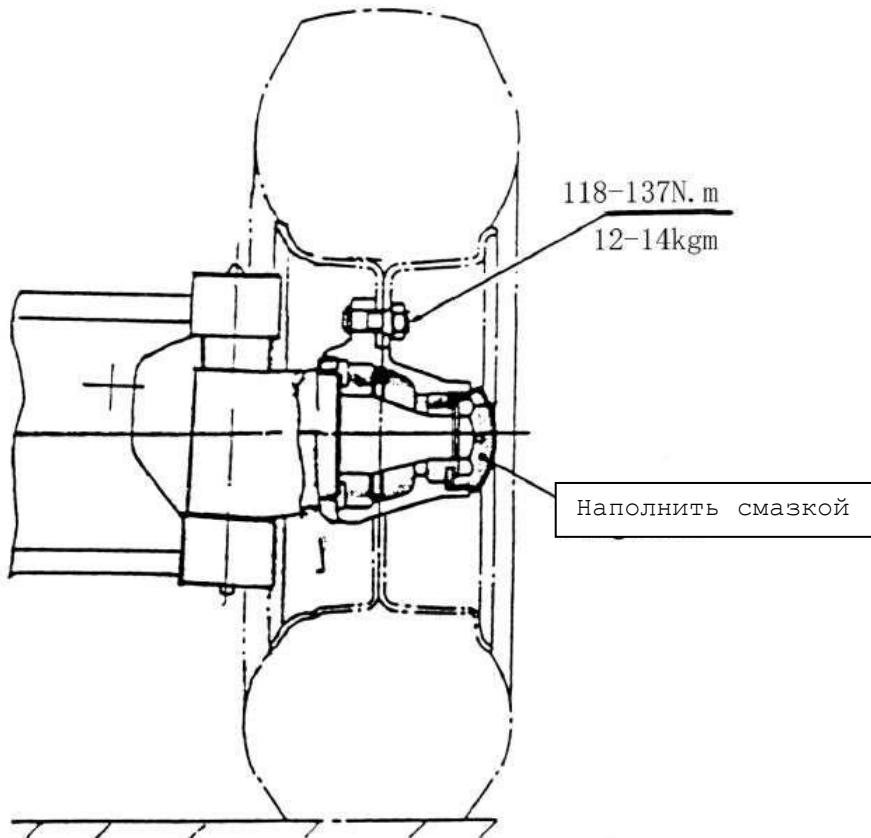

Рис. 8-4. Предварительная регулировка
- (1) Как показано на Рис. 8-4, нужно заполнить консистентной смазкой полость между ступицей колеса, подшипником и крышкой ступицы, а также нанести ее на кромку уплотнений.
- (2) Запрессовать подшипники в ступицу и насадить ступицу на ось поворотного кулака.
- (3) Установить плоскую шайбу и затянуть корончатую гайку до момента 206–235 Нм (21–24 кгм), затем ослабить и снова затянуть с моментом 9,8 Нм (1 кгм).
- (4) Чтобы убедиться в надежности установки ступицы, нужно слегка постучать по ней деревянным молотком и одновременно повернуть ступицу 3–4 раза.
- (5) Затянуть корончатую гайку и совместить одну из прорезей с отверстием для шплинта, просверленном в поворотном кулаке.
- (6) Снова слегка постучать по ступице деревянным молотком и в этот раз нужно вращать рукой ступицу 3–4 раза, чтобы убедиться в плавном вращении с установленным значением крутящего момента 2,94–7,8 Нм (0,3–0,8 кгм).
- (7) Если величина крутящего момента, необходимого для вращения ступицы, больше указанного выше значения, нужно отвернуть корончатую гайку на 1/6 оборота и затем измерить величину крутящего момента.
- (8) Если величина крутящего момента будет соответствовать указанному, нужно зашплинтовать корончатую гайку.